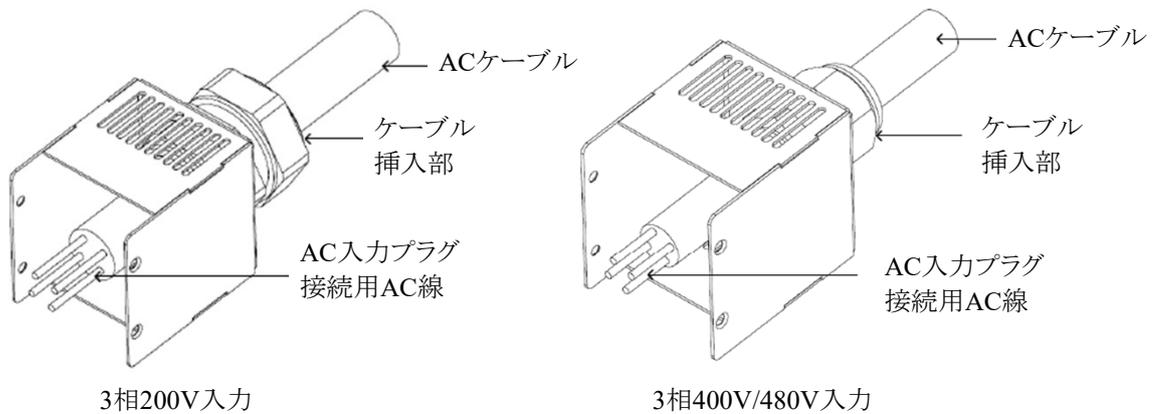

図4-15 ACケーブルの挿入方法(GSP10kW/15kW)
3. 図4-15に示すように、ACケーブルを通せるようにストレインリリーフのケーブル挿入部を緩めます。その後ACケーブルをストレインリリーフのケーブル挿入部とストレインリリーフブラケットに通して取り付けてください。